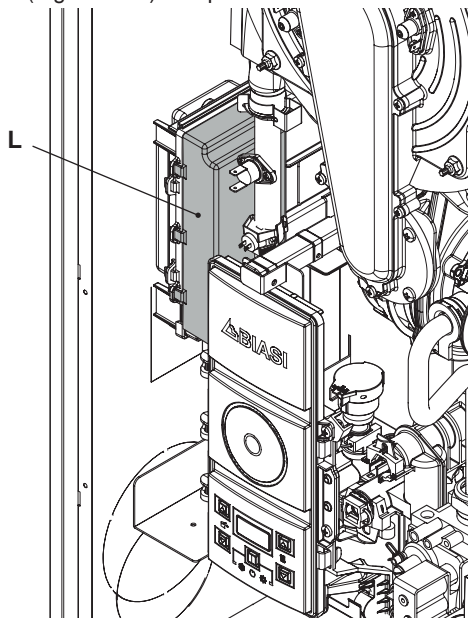

Figura 5.17
- Individuare il coperchio copri morsetteria L (Figura 5.17) ed aprirlo.